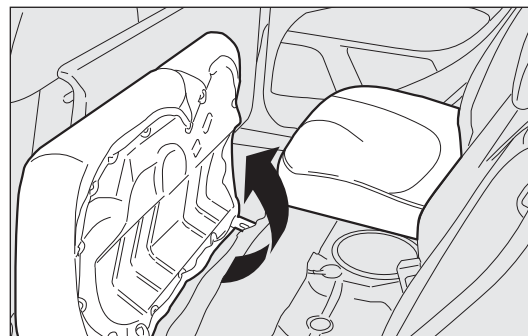

рис. 92
Частичное расширение (на 1/3 или на 2/3) – рис. 92
- опрокиньте подушки сиденья вперед в указанном стрелкой направлении – рис. 92;